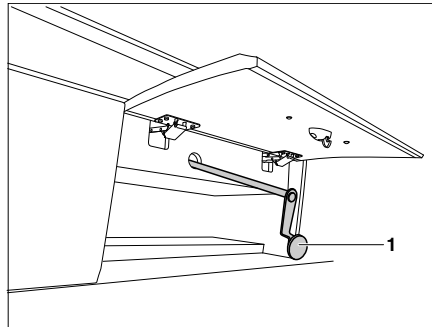

Fig. 164 Rete protettiva
- ▶ In caso di black-out elettrico il letto basculante può essere azionato anche con una manovella di emergenza (Fig. 164). Essa si trova dietro lo sportello del vano di stivaggio.